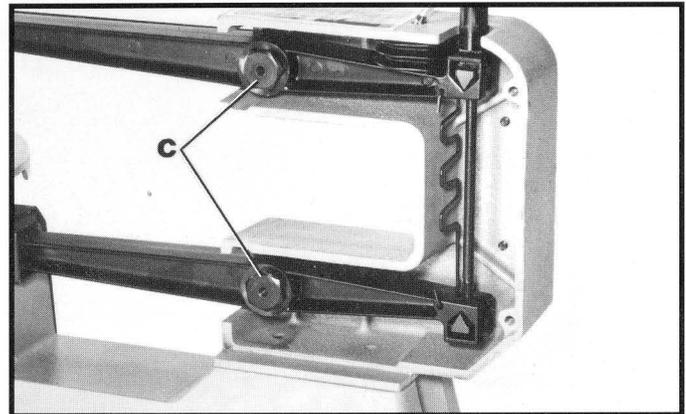

Fig. 22
4. Enlevez les deux boulons de pivotement et les rondelles ondulées (C) fig. 22.